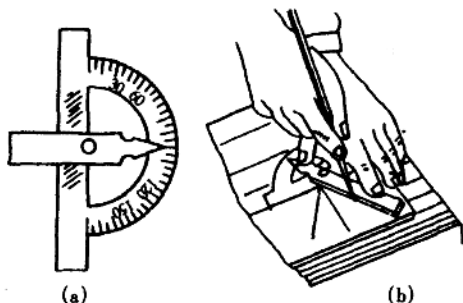

图 1-5 角度规
(1) 量角器：常用的量角器是角度规（图 1-5），用来划角度线或测量角度。